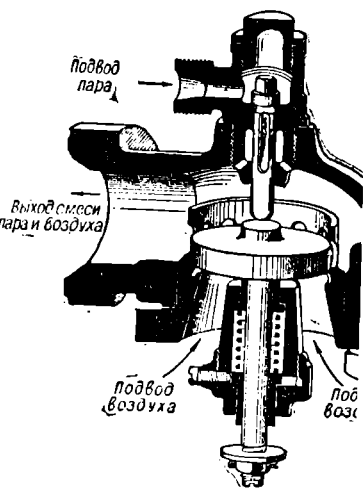

Рис. 93. Паровоздушный кл
и паропровод. Так как клапан Рикюра выпускает в цилиндры воздух, то по этому его называют еще воздушным клапаном. Если на рис. 93 не было верхнего парового клапана, то схема изображала бы устройство клапа Рикюра. Недостатки клапана Рикюра в том, что засасываемый наружн воздух охлаждает стенки цилиндра и вызывает при выпуске пара усиле ную его конденсацию. Вместе с воздухом в цилиндры попадают пыль и сок. Не устраняется засасывание газов из дымовой коробки.
**Клапан Шукалова.** Клапан Шукалова представляет собою тот клапан Рикюра, но только с добавлением парового клапана (рис. 93). Па вой клапан имеет хвостовик. При подъеме воздушного клапана он удар хвостовик парового клапана и поднимает его. Поднятый паровой клап дает доступ в цилиндры свежего пара, подведенного к корпусу клапа трубочкой. В цилиндр входит в данном случае уже смесь воздуха и пара. Клапан Шукалова поэтому называется паровоздушным клапаном. Труба, по которой выходит из клапана смесь пара и воздуха, в большинстве случаев соединяется (у паровоза имеющего пароперегреватель) с камерой насыщенного пара. Поэтому смесь, прежде чем попасть в цилиндр, проходит по элементам пароперегревателя, а затем через камеру перегретого пара поступает в цилиндр. Благодаря проходу смеси через пароперегреватель, охлаждаются элементы, что ведет к уменьшению их перегорания. Поступающая в цилиндр смесь имеет достаточную температуру и не производит охлаждения стенок цилиндра. Так как клапан Шукалова ставится у дымовой трубы, то воздух всасывается им из верхних слоев атмосферы и имеет мало пыли. Кроме клапана Шукалова, имеется также паровоздушный клапан системы Лопушинского, представляющий только конструктивн видоизменение клапана Шукалова.